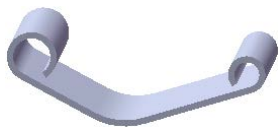
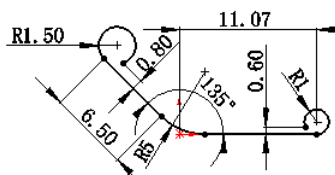

图 16.4.2 基体—法兰 1
图 16.4.3 横断面草图
Step2. 创建图 16.4.2 所示的钣金基础特征——基体—法兰 1。
(1) 选择命令。选择下拉菜单 **插入(I)** → **钣金(H)** → **基体法兰(A)...** 命令（或单击“钣金”工具栏上的“基体法兰/薄片”按钮 ）。
(2) 定义特征的横断面草图。
① 定义草图基准面。选取前视基准面作为草图基准面。
② 定义横断面草图。在草图环境中绘制图 16.4.3 所示的横断面草图。
③ 选择下拉菜单 **插入(I)** → **退出草图** 命令，退出草图环境，此时系统弹出“基体法兰”对话框。
(3) 定义钣金参数属性。
① 定义终止条件和深度值。在 **方向1** 区域的下拉列表中选择 **两侧对称** 选项，在 **距离1** 文本框中输入深度值 11.0。
② 定义钣金参数。在 **钣金参数(S)** 区域的文本框 **T1** 中输入厚度 0.5，在 **R1** 文本框中输入折弯半径 0.2。
(4) 单击  按钮，完成基体—法兰 1 的创作。